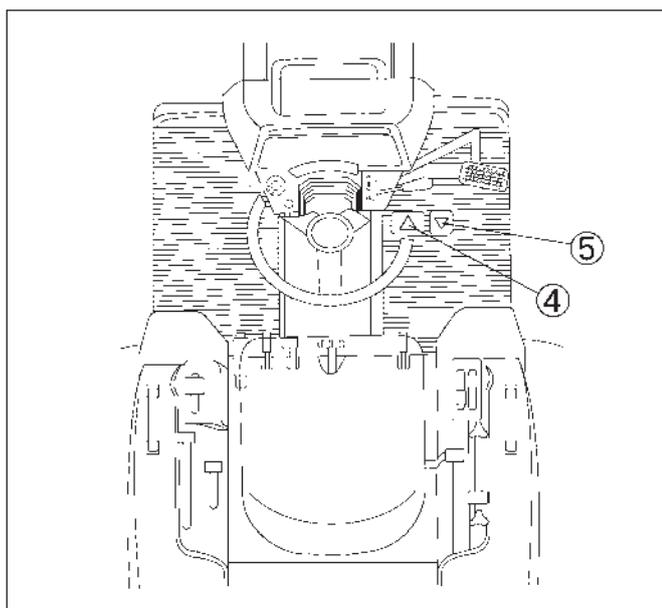

FIG. 4-23
**FIG. 4-23:** En enfonçant la pédale gauche, le tracteur se déplace vers l'avant, et avec la pédale droite, 5, le tracteur se déplace vers l'arrière. En enfonçant progressivement une des deux pédales, vous remarquerez une augmentation de la vitesse de déplacement dans la direction correspondante.